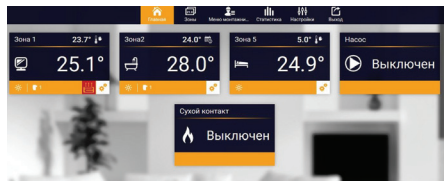

Рис.7
8.1.1. Главная страница (рис.7).